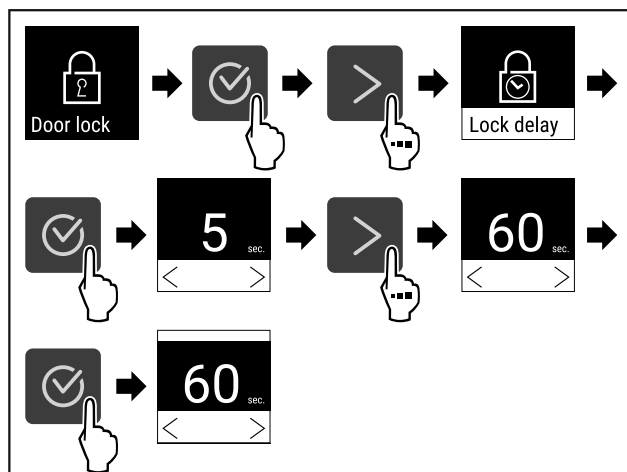

Fig. 73 Az alábbi értékek állíthatók be: 5, 15, 60, 90, 120, 180 vagy 240 másodperc
- ▶ Végezze el a gyakorlati lépéseket (lásd Fig. 73) .